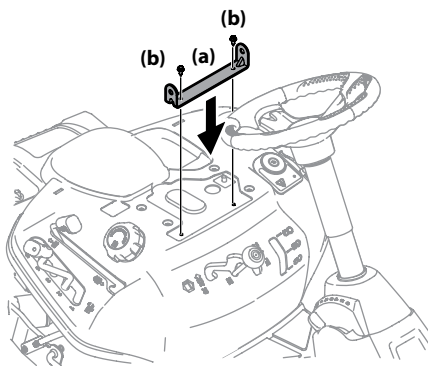

Figura 2-7
- Alinee el soporte del asiento (a) en su lugar sobre los orificios de los pernos autorroscantes (b) que extrajeron, como se indica en la Figura 2-7.
- Con una llave de trinquete de $\frac{1}{4}$ " con una llave de $\frac{3}{8}$ ", sujete el soporte del asiento (a) con los pernos autorroscantes (b) que se extrajeron en el paso 2. Consulte la Figura 2-7.